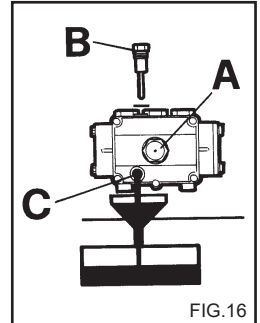

FIG.16
- 2) De tap met de oliepeilstaaf losschroeven (Fig. 16)